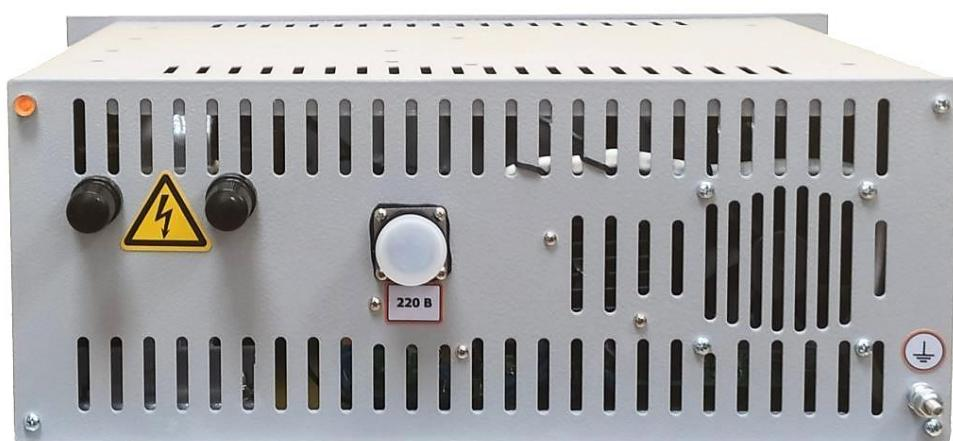

Рисунок 4.2. Задняя стенка генератора
4.2 На задней стенка генератора (Рисунок 4.2.) располагаются: